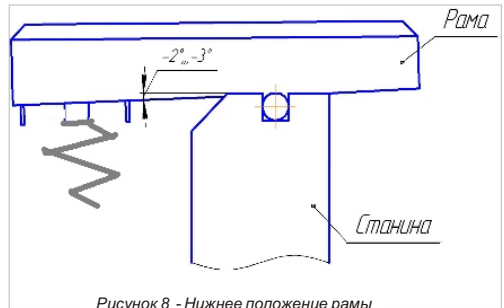

Рисунок 8 - Нижнее положение рамы
**Выставка рамы в нижнем положении** производится, аналогично, только рама предварительно опускается вниз на  $-2^\circ \dots -3$  (Рисунок 8).